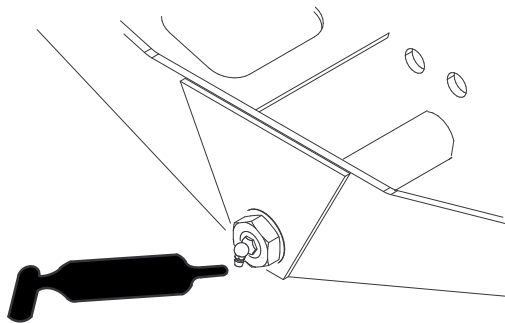

Bild 75
- Achsenlenkzapfen (1) (Bild 75)